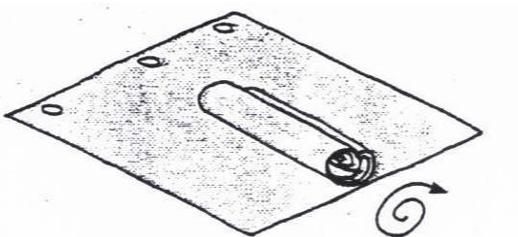

figure 3
- Roulez maintenant cette moitié de la toile en un rouleau comme indiqué à la figure 3.